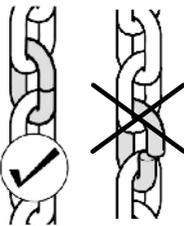
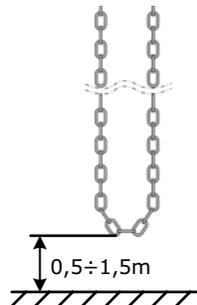

Abbildung 6
Abbildung 7
- Die Kette wird mittels spezieller Kettenglieder montiert und demontiert (Abb. 6). Die Kante der Kette zur manuellen Notsteuerung im montierten Zustand muss sich auf einer Höhe von  $0,5 \div 1,5$  m befinden (Abb. 7). Verkürzen Sie bei Bedarf die Kette.